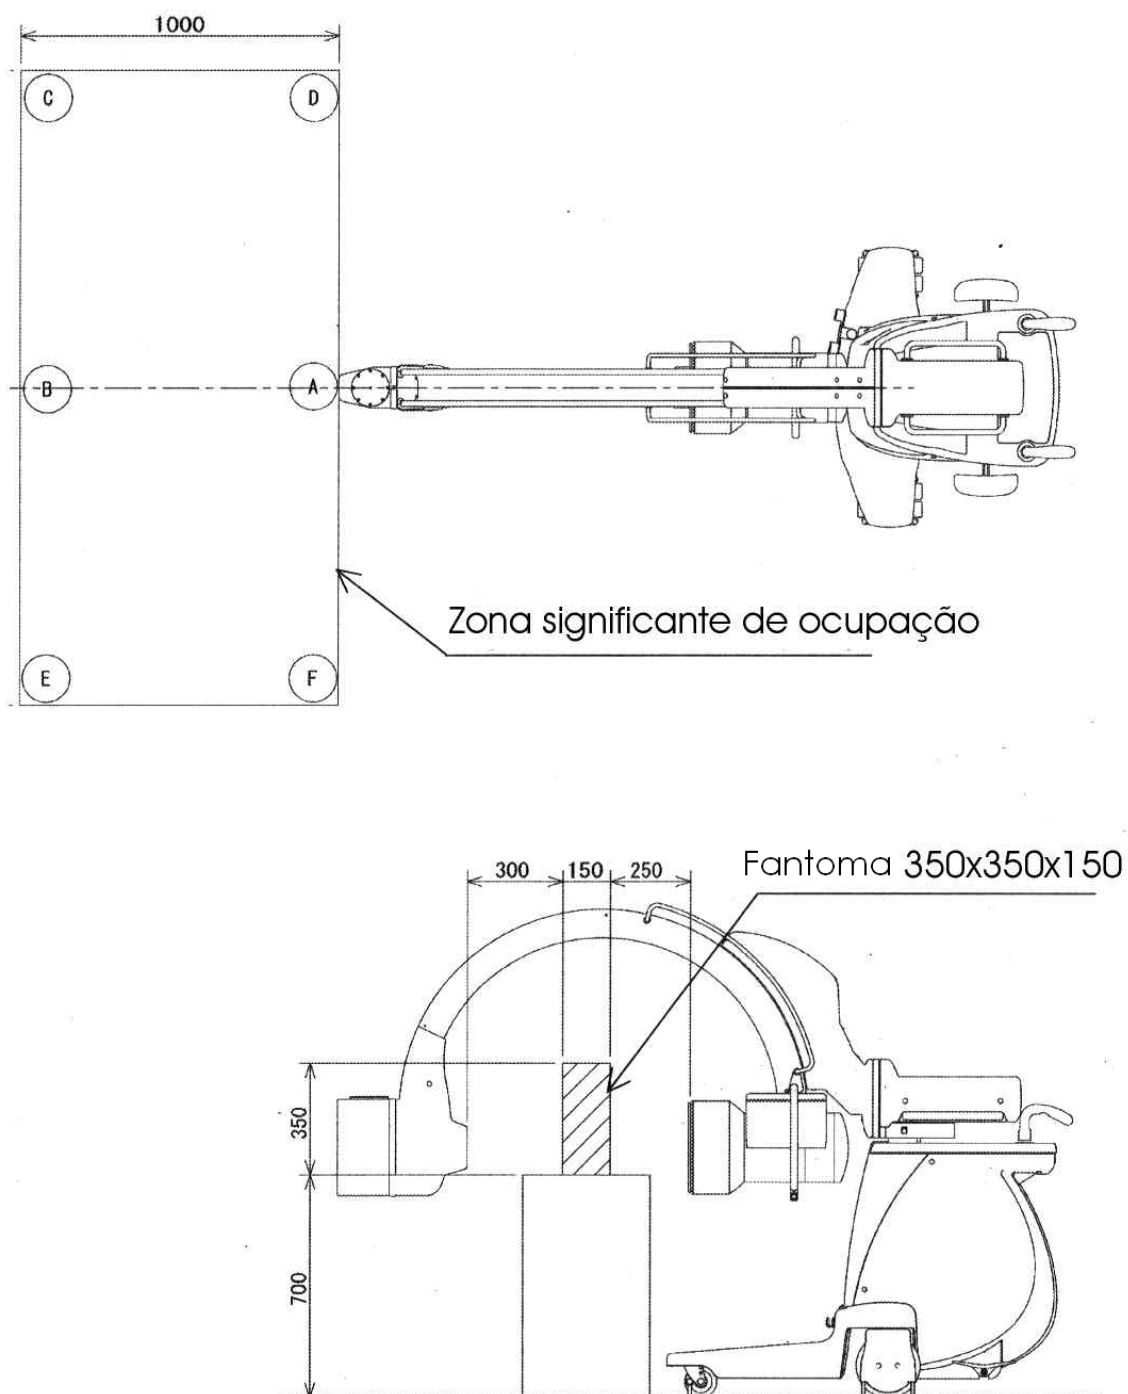

Figura 7.18 - Posição Horizontal (medidas em mm)
- Posição horizontal - ver figura 7.18